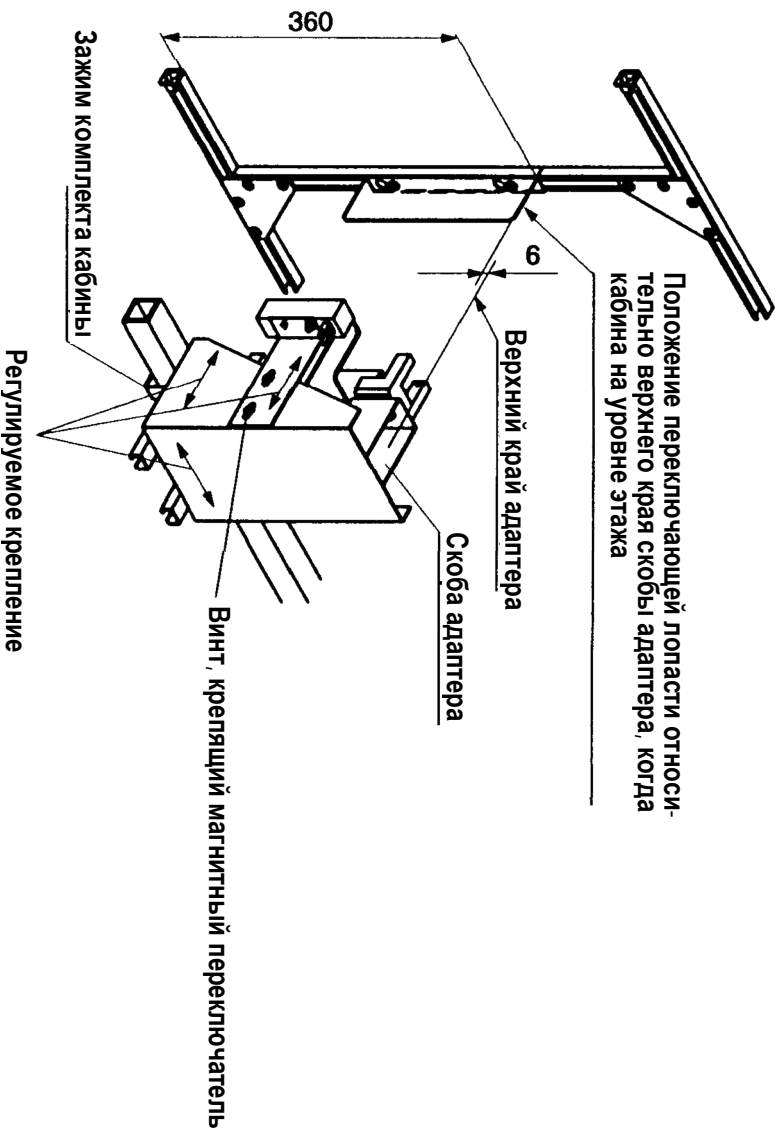

Рис. 6
- Регулировки см. на **Рис. 6**, на котором приведены приёмы регулировки положения комплекта кабины.
5. Перемещая кабину на каждый этаж, отрегулируйте каждую переключающую лопасть так, чтобы расстояние между верхним краем адаптера и верхним краем переключающей лопасти составляло 6 мм (см. **Рис. 6**).